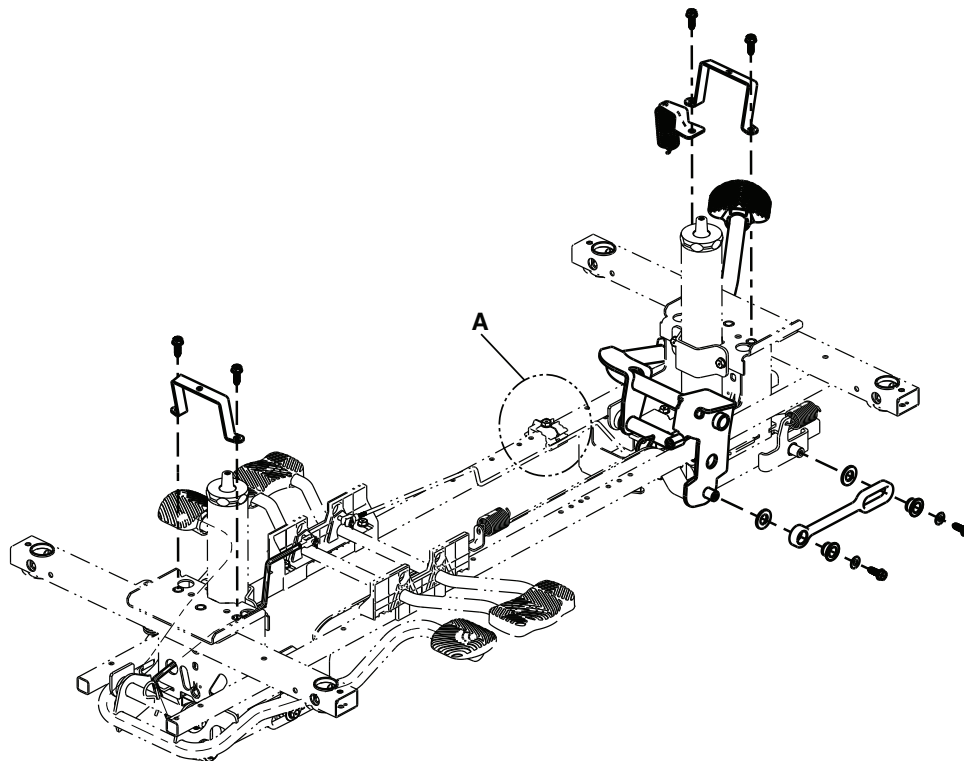

Figure 12 – Supports de tige de déblocage
4. Désenclencher les tiges de déblocage de la pédale du côté pieds des supports de tige de déblocage en plastique blanc (A) (Figure 12).